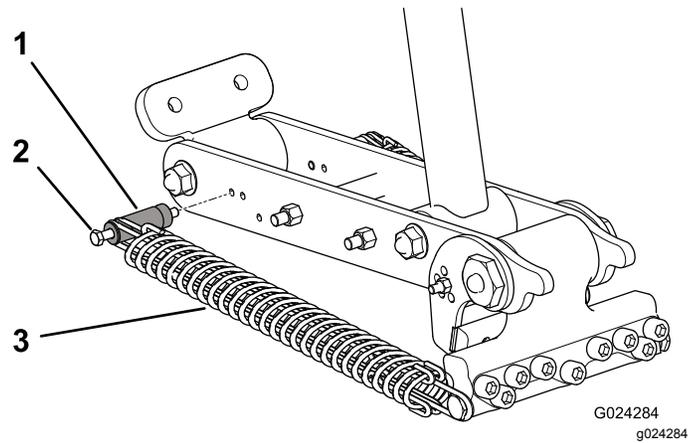
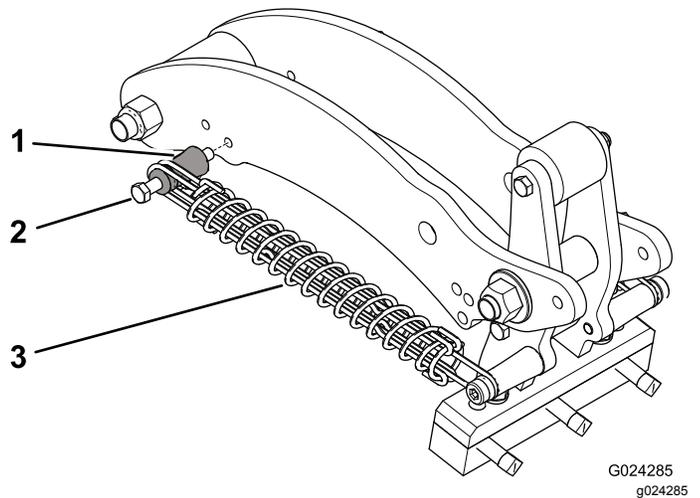

Bild 41
Bild 42
4. Entfernen Sie die Mutter, mit der die Schraube der Federbefestigungsstrebe am Gestängearm befestigt ist (Bild 41 oder Bild 42).
5. Nehmen Sie die Schraube der Befestigungsstrebe und die Befestigungsstrebe vom Gestängearm ab und versetzen Sie sie in das andere Einstelloch (Bild 41 oder Bild 42).